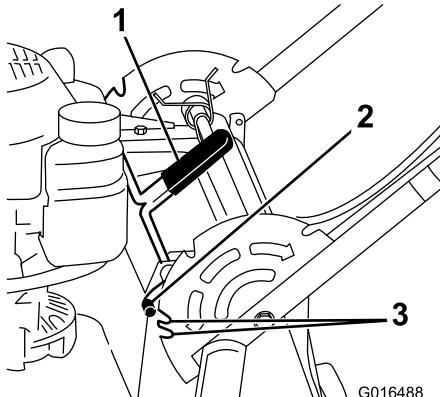

Рисунок 16
- Потяните рычаг запирания рукоятки назад, чтобы вывести из зацепления пальцы фиксации рукоятки (Рисунок 16).
- Пальцы фиксации рукоятки (2)
- Поверните рукоятку и совместите требуемую прорезь в кронштейне рукоятки с пальцами фиксации рукоятки, см. Рисунок 16.